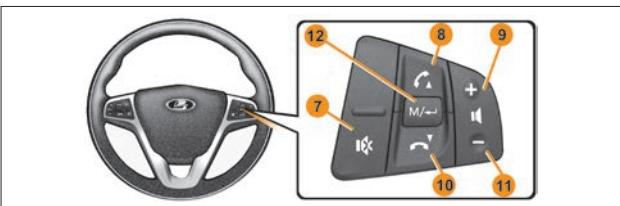

Рис. 2. Блок управления мультимедийной системой
- выключатель  – выбор источника (радио/USB/SD), (рис. 2, п. 12);